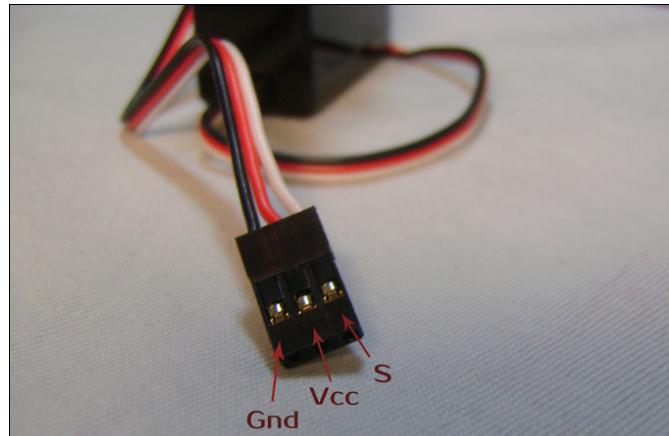

Рис. 23.2. Подключение сервопривода
Для управления сервоприводом в Arduino имеется стандартная библиотека Servo. На платах, отличных от Mega, использование библиотеки отключает возможность использования `analogWrite()` (ШИМ) на пинах 9 и 10 (вне зависимости, подключены к этим пинам сервы или нет). На платах Mega до 12 сервоприводов могут использоваться без влияния на функциональность ШИМ, но использование от 12 до 23 сервомашинок отключит ШИМ на пинах 11 и 12. Сервопривод подключается тремя проводами (рис. 23.2): питание (Vcc), "земля" (Gnd) и сигнальный (C). Питание — красный провод, он может быть подключен к выводу +5 В на плате Arduino. Черный или коричневый провод — "земля" подключается к выводу Arduino GND, сигнальный (оранжевый/желтый/белый) провод подключается к цифровому выводу контроллера Arduino. Следует отметить, что мощные сервоприводы могут создавать большую нагрузку — в этом случае их следует запитывать отдельно (не через выход +5 В Arduino). То же самое верно для случая подключения сразу нескольких сервоприводов.